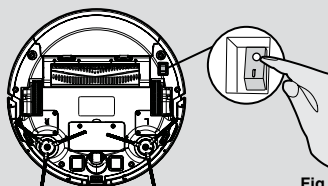

Fig. 9
Allumez le robot aspirateur à l'aide de l'interrupteur on/off qui se trouve sur le dessous de l'appareil (1). **[Fig. 9]** Posez-le en face de la station de chargement.
1. Appuyez sur l'interrupteur ON/OFF sur le dessous du robot. **[Fig. 9]**